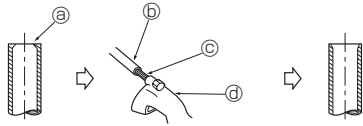

Fig. 5-4
5.2.2. Odstranění ořepů (Fig. 5-4)